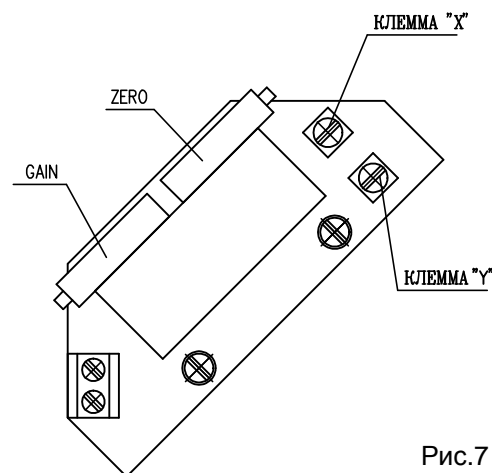

Рис.7
3.4.1 EPV - 2-проводниковое включение (рис.7)
- Установте датчик сопротивления на основании инструкций в предыдущей главе так, что величину сопротивления измеряйте на клеммах X-Y (рис.7). (употреблен датчик с сопротивлением 100Ω)
- Поворачиванием устанавливающего триммера ZERO (рис.7) установите величину выходного сигнала тока, измеряемого на клеммах 81-82, на величину 4 мА.
- Поворачиванием устанавливающего триммера GAIN (рис.7) установите величину выходного сигнала тока, измеряемого на клеммах 81-82, на величину 20 мА.